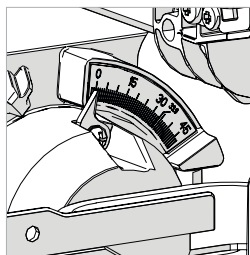

Fig. 47
- Luta såghuvudet i önskad vinkel. En vinkelskala tillhandahålls för att underlätta inställning. (**Fig 47**)